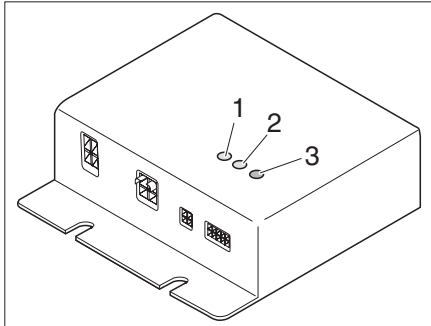

Fig. 83 Apparecchio di regolazione
L'apparecchio di regolazione (Fig. 83) è integrato nell'armadio guardaroba. Le spie di controllo sull'apparecchio di regolazione hanno il seguente significato:
- LED di controllo (Fig. 83,1) CR1 acceso in verde: il circuito di riscaldamento 1 è in funzione
- LED di controllo (Fig. 83,2) CR2 acceso in verde: il circuito di riscaldamento 2 è in funzione
- LED di segnalazione errori (Fig. 83,3)